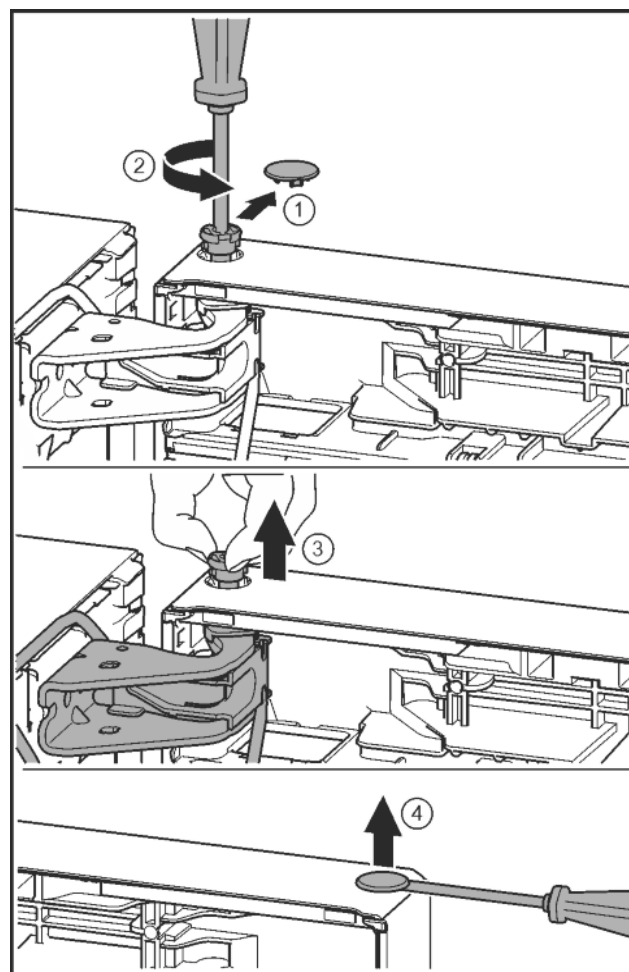

Fig. 21
- ▶ Bezpečnostní kryt opatrně stáhněte. Fig. 21 (1)
- ▶ Šroubovákem T15 o kousek vyšroubujte čep. Fig. 21 (2)
- ▶ Dveře držte a čep vytáhněte prsty. Fig. 21 (3)
- ▶ Plochým šroubovákem opatrně nadzvedněte zátku z ložiskového pouzdra dveří a vytáhněte ji. Fig. 21 (4)